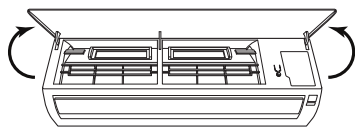

рис. 1
- Откройте лицевую панель в максимально верхнее (горизонтальное) положение (рис. 1).